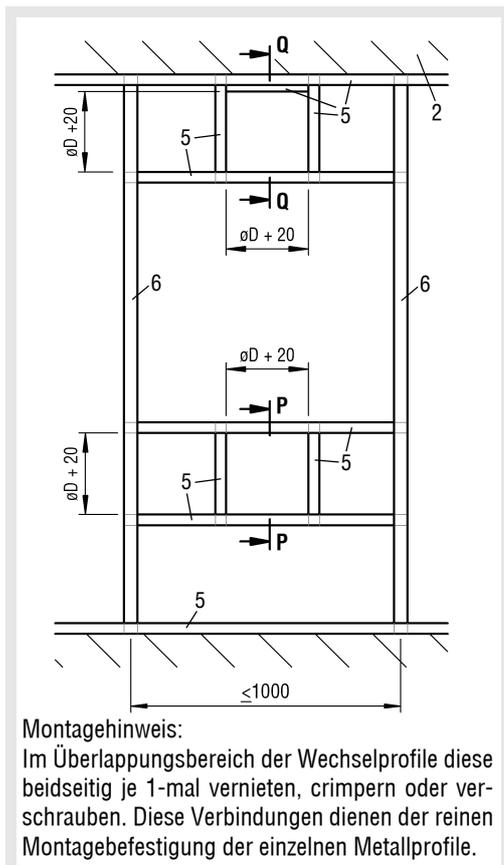

Abbildung 44: Metallständerwerk mit erforderlichen Auswechslungen (Schachtwand) für BSK-RPR 100 - 500 (Trockeneinbau)
- Metallständerwerk und Wand gemäß den Angaben des Wandherstellers herstellen und Auswechslungen entsprechend der Abbildung 44 vorsehen.
- Metallständerwerk und Wand gemäß den Angaben des Wandherstellers herstellen und Auswehlungen entsprechend der Abbildung 44 vorsehen.